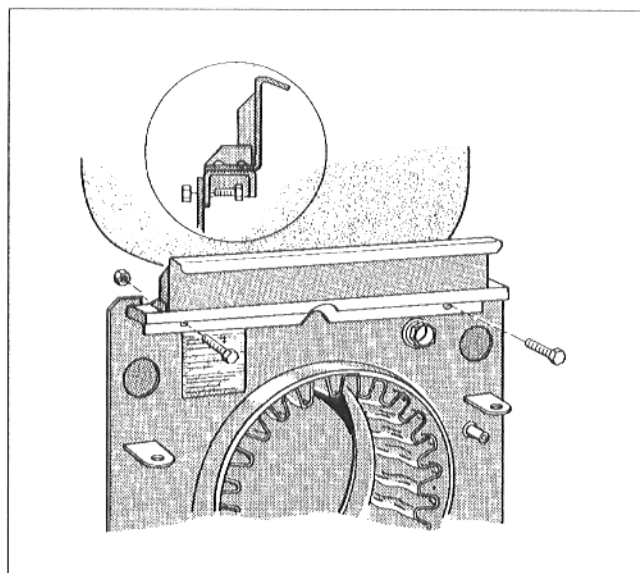

Fig. 5
- Visser les traverses aux parties supérieures de la façade et de la paroi arrière du corps de chaudière (Fig. 5+6).
Recommandation: visser les traverses de maintien munies du rail-support à la paroi de façade (Fig. 5).